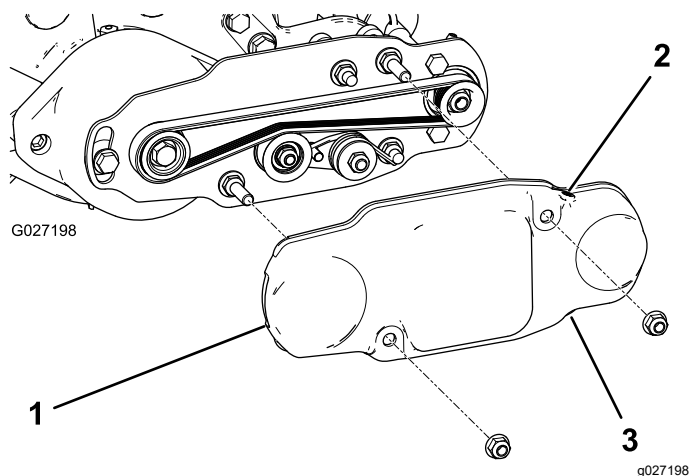

图 17
2. 将皮带罩滑动到安装螺栓上并用 2 个凸缘螺母固定皮带罩 图 17。